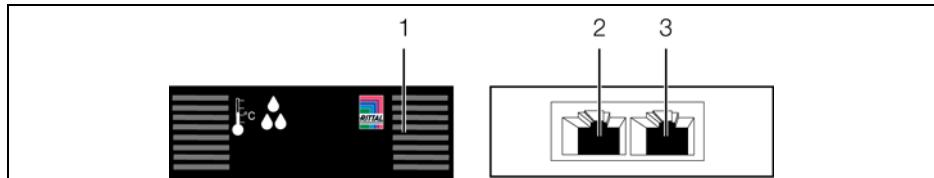

Рис. 3: Элементы индикации, штекеры и разъемы
Элементы управления и индикации показаны на рис. 3.
#### Обозначения на рис. 3
- Соедините датчик температуры/влажности кабелем CAN-Bus с СМС III PU или соседними элементами в шине CAN-Bus (рис. 3,поз. 2, 3).